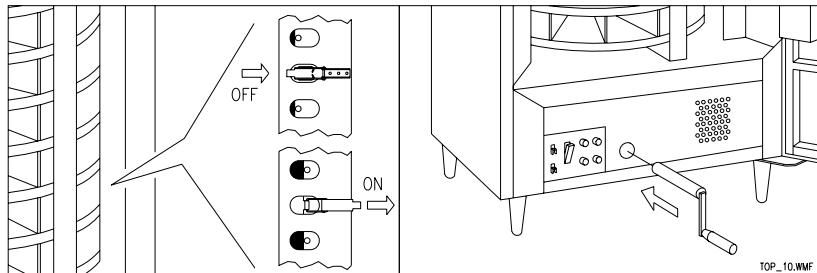

FIG. 10
- 2) Enganchar los pistoncitos en el cubre-columnita, por medio de los ganchos, FIG. 10.
- 5) Localizar el grupo de levantamiento en la parte inferior del distribuidor FIG. 10, y usando la manivela, hacer girar la barra en sentido antihorario hasta el tope del recorrido, de manera tal que los discos bajen.